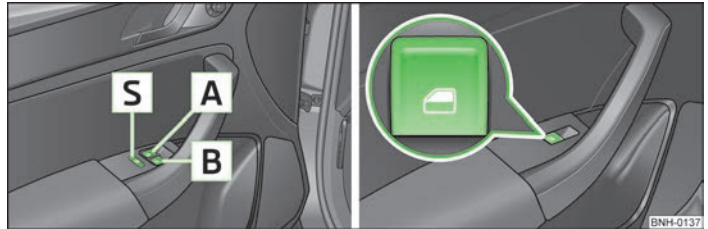

Fig. 17 Teclas en la puerta del conductor/en las puertas traseras
- Si se transporta niños en los asientos traseros, se recomienda poner fuera de funcionamiento los elevalunas eléctricos de las puertas traseras (conmutador de seguridad) **[S]** » fig. 17 de la página 32.
Se puede poner fuera de servicio de las teclas en las puertas posteriores pulsando el interruptor de seguridad **[S]** » fig. 17. Se ponen de nuevo en funcionamiento las teclas en las puertas traseras pulsando repetidamente el conmutador de seguridad **[S]**.